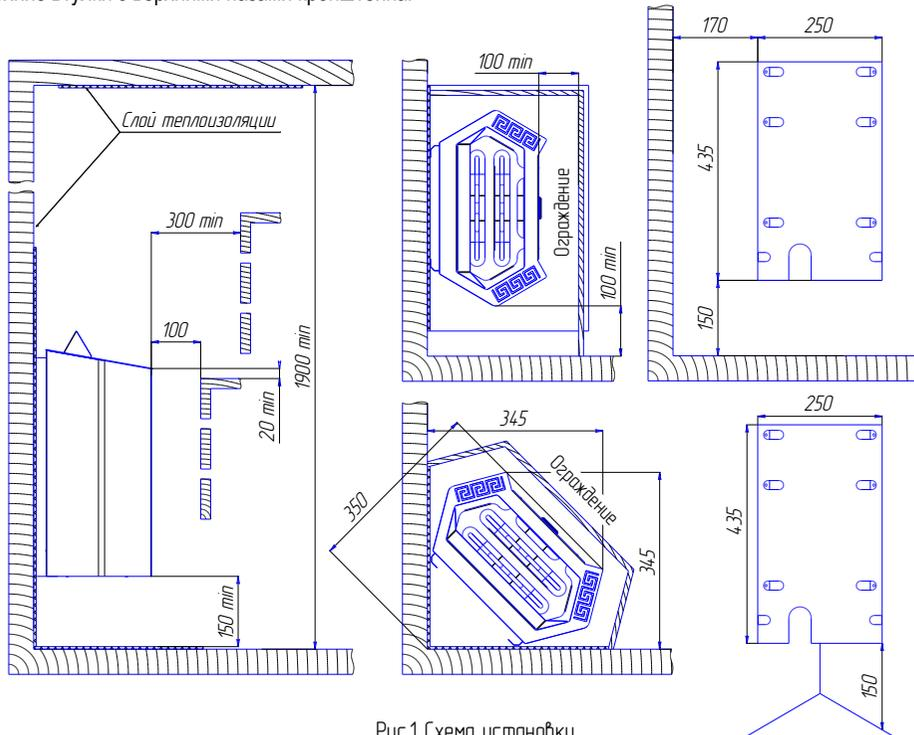
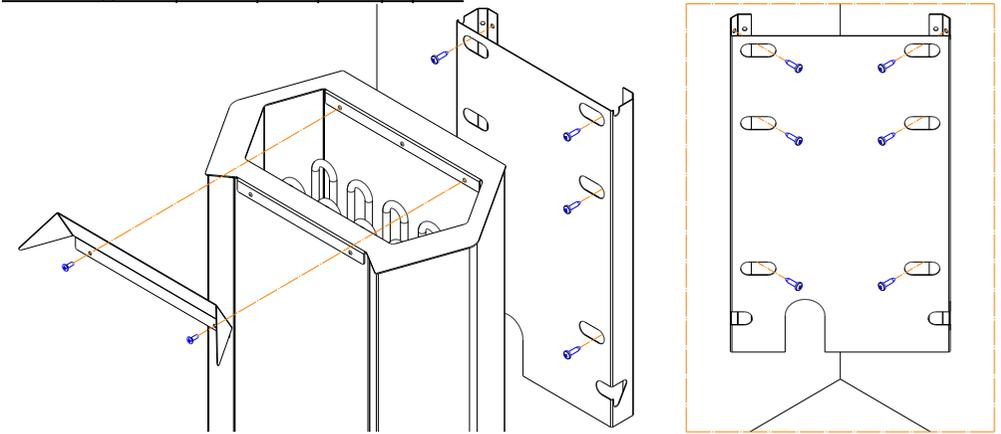

Рис.1 Схема установки
Рис.2 Монтаж
6.1. **ВЫБОР МОЩНОСТИ** каменки необходимо производить с учетом размеров сауны (п.п.2.6), помещения парильни (п.п.6.2.), а также расстояния от каменки до стен, потолка, пола в соответствии с размерами указанными на рис.1 «Схема установки». Каменка со слишком большой мощностью нагреет сауну слишком быстро, камни не успеют хорошо прогреться и вода, политая на камни, вместо того, чтобы превратиться в пар, просто стечет. С другой стороны, при недостаточно мощной каменке, процесс нагрева сауны будет нежелательно долгим, что сокращает срок службы нагревательных элементов.
6.4. **УСТАНОВКА КАМЕНКИ** производится согласно рис.1 «Схема установки» и рис.2 «Монтаж». Конструкция кронштейна настенного подразумевает установку каменки, как на ровную стену, так и в угол, крепление к стене необходимо производить на теплостойкое основание (Рис.2). Для установки каменки на кронштейн настенный необходимо завести втулки, расположенные на задней стороне изделия, в пазы по обеим сторонам кронштейна. Заведите сначала нижние втулки, а после, движением вперед и вниз, совместите верхние втулки с верхними пазами кронштейна.
Около каменки стены и пол сауны должны иметь огнезащитную панель из листового металла с теплоизоляцией из листового асбеста или минваты. Установку защитной решетки вокруг каменки следует производить на расстоянии указанном на рис.1 «Схема установки».